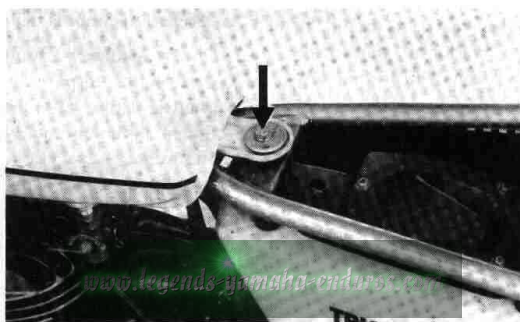

Fig. 3-2-3
1. Turn fuel petcock to the "OFF" position and disconnect fuel pipe. Remove the bolt holding the rear of the fuel tank and remove the fuel tank. (Fig. 3-2-3)
1. Tournez le robinet de carburant à la position "OFF" (fermé) et déconnectez le tuyau de carburant. Retirez le boulon fixant l'arrière du réservoir de carburant et enlevez le réservoir de carburant. (Fig. 3-2-3)